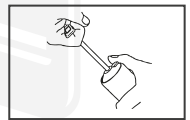

рис. 3
- нажать на фиксатор толкателя для того, чтобы выбрать свободный ход (рис.3), шприц готов к использованию.
- нажать на фиксатор толкателя для того, чтобы выбрать свободный ход (рис.3), шприц готов к использованию